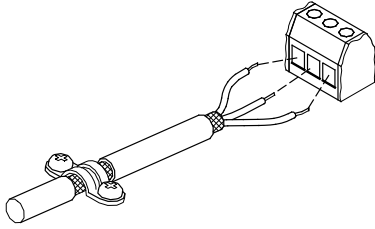

Рис. 16 Соединение оплетки и проводов экранированного кабеля с колодкой
- Экранирование кабелей должно выполняться подключением обоих концов кабельной оболочки на массу насоса. Торец экранирующей оболочки должен находиться на минимально возможном удалении от клемм, смотрите рис. 16.